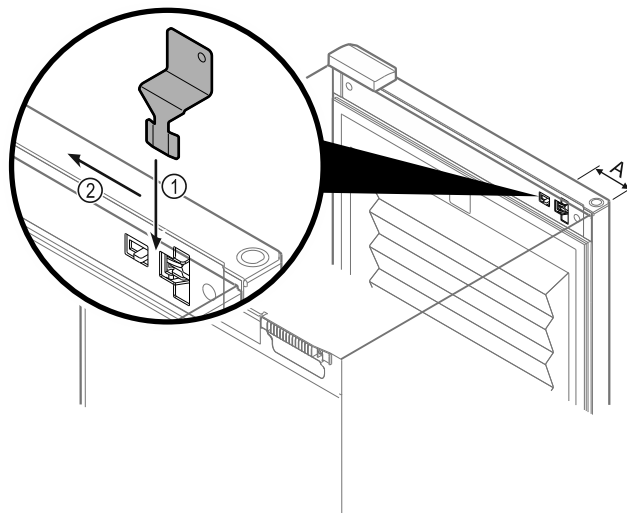

Fig. 150
- Postavite ključ za sigurnosno deblokiranje na odgovarajuće mjesto Fig. 150 (A) ≈ 100 mm.
- Ključ za sigurnosno deblokiranje Fig. 150 (1) utaknite između vrata i trupa uređaja odozgo do graničnika.
- Povucite ključ za sigurnosno deblokiranje u smjeru šarki. Fig. 150 (2)